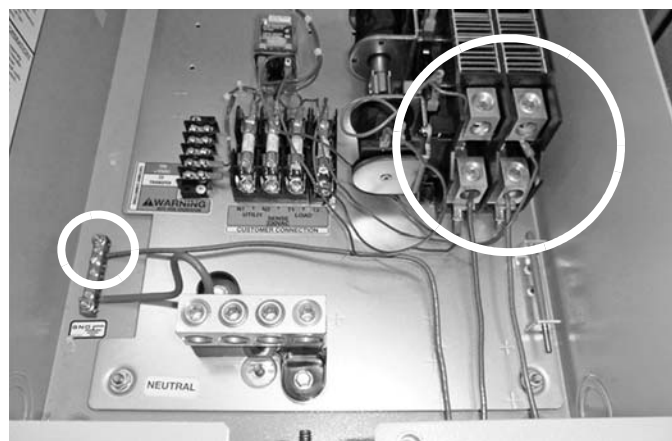

Рис. 2-9.
21. Подсоедините активный (коричневый) и нейтральный (синий) провода к клеммам клиентской нагрузки с ярлыками T1 и T2 на передаточном механизме. Убедитесь, что все цвета совпадают (рис. 2-9).